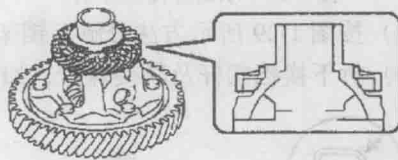

图 1-36 取下圆柱滚子轴承
36) 按图 1-36 所示方法取下里程表主动轮侧的圆柱滚子轴承。